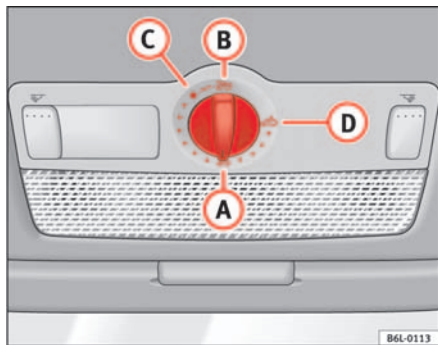

Abb. 53 Ausschnitt aus dem Dachhimmel: Drehschalter Schiebe-/Ausstelldach
- Drehen Sie den Drehschalter in Stellung **A** ⇒ Abb. 53 ⇒ !.